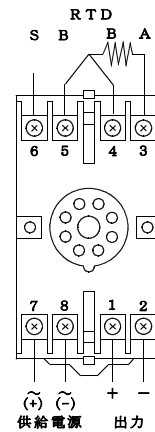

図2
2. 配線は図2の接続図により接続し、電線は回路の定格容量に適合するものを使用してください。
3. 入力ラインにノイズが混入する場合は入力にシールド線を使用しシールド外皮を③のS端子に接続すると効果があります。